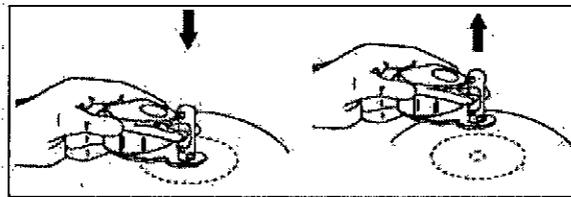

FIGURA 4
- Con el imán del MAGNA-FINDER™ centrado en el punto de inyección MAGNA-SITE™, presione con suavidad el localizador MAGNA-FINDER™ contra la piel que cubre el punto de inyección. Las protrusiones de la parte inferior del localizador MAGNA-FINDER™ dejarán unas indentaciones temporales en la piel cuando se levante el dispositivo. El punto de inyección se encuentra en el centro del círculo creado por las indentaciones (figura 4).